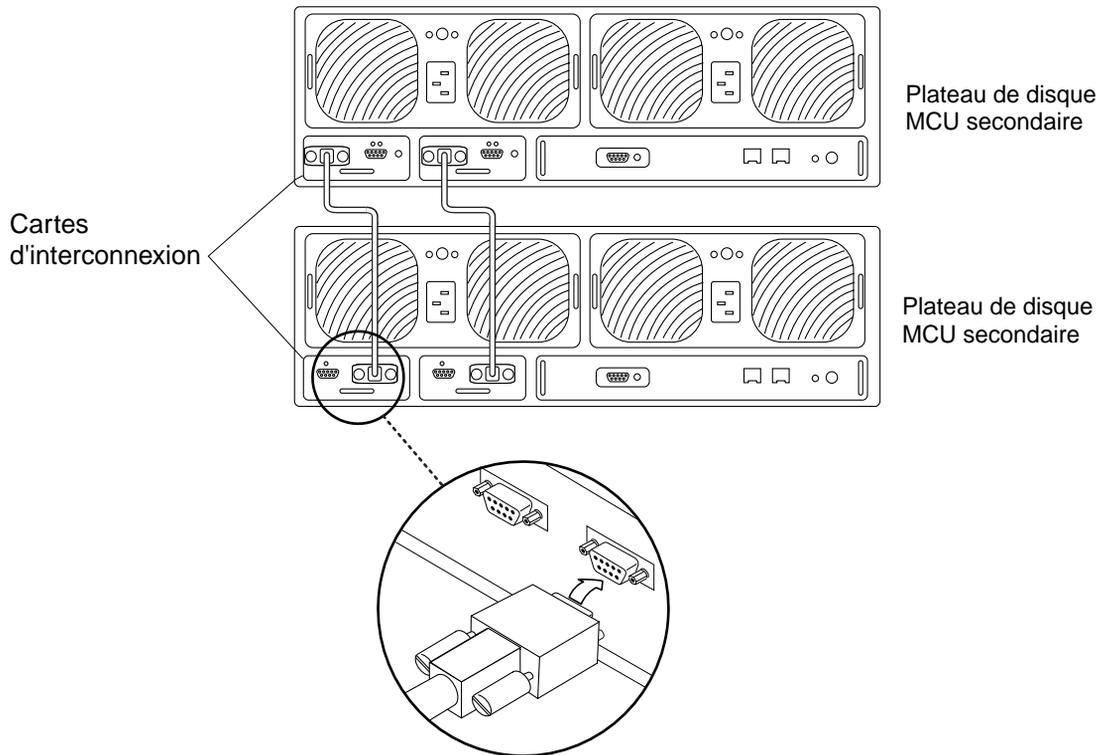

FIGURE 5 Branchement des câbles d'interconnexion
1. Utilisez les câbles d'interconnexion pour connecter les cartes d'interconnexion MCU et MCU secondaires de tous les groupes partenaires de plateaux de disque, tel qu'illustré à la FIGURE 5.